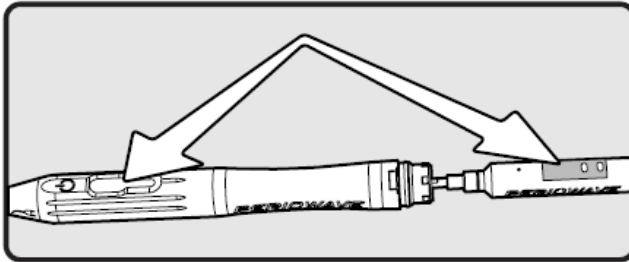

Abbildung 8: Ausrichtung des Lasereinsatzes
- Den Lasereinsatz so in die äußere Hülle schieben, dass der glatte Schalter des Lasereinsatzes mit dem entsprechenden Fenster in der äußeren Hülle ausgerichtet ist, wie in *Abbildung 8* gezeigt. Der Einsatz passt nur in einer einzigen Ausrichtung.